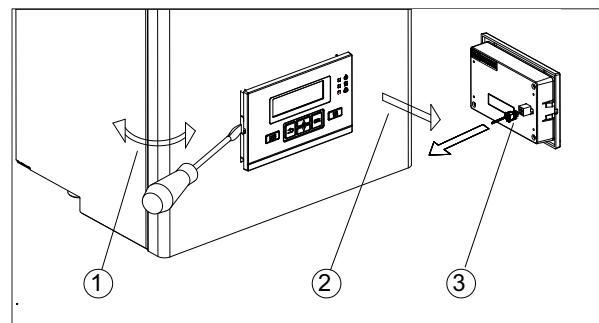
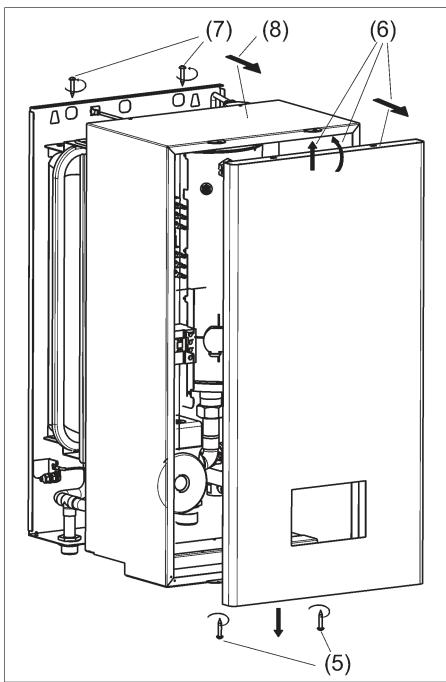

Рисунок 5. Снятие блока управления
Рисунок 6. Снятие лицевой панели и кожуха
(1) Аккуратно подденьте плоской отвёрткой место примыкания блока управления и лицевой панели (см. рис. 5).
(2) Выдвиньте блок управления на себя.
(3) Отсоедините кабель с разъёмом от блока управления, подсоединеный с тыльной стороны блока управления.
(4) Уберите блок управления в сторону в безопасное место.
(5) Открутите отвёрткой два самореза с нижнего торца лицевой панели (см. рис. 6).
(6) Снимите лицевую панель и уберите её в сторону, при этом исключите возможность её повреждения (деформирования).
6) Аккуратно снимите блок питания, лицевую панель, кожух при необходимости исключив возможность их повреждения (см. рис. 5, рис. 6).